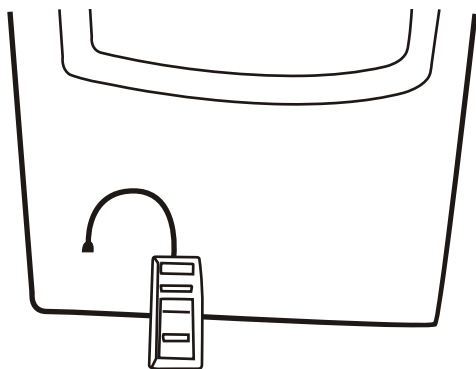

FIGURE 11
- Réinstaller le panneau avant; placer les (2) vis; reconnecter ensuite le connecteur du contacteur de la porte sur le connecteur du câblage.
- Connecter l'autre extrémité du conduit sur le manomètre. Voir *Figure 11*.